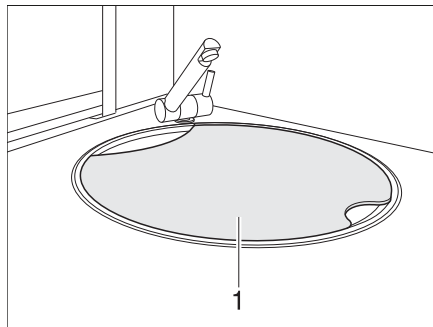

Fig. 10 Cubierta de fregadero
- ▶ En caso de un accidente o una frenada de emergencia la cubierta de fregadero (Fig. 10,1) puede causar lesiones a los ocupantes del vehículo. Antes de comenzar el viaje tomar la cubierta de fregadero y guardarla segura en el bloque de cocina o en el armario ropero.